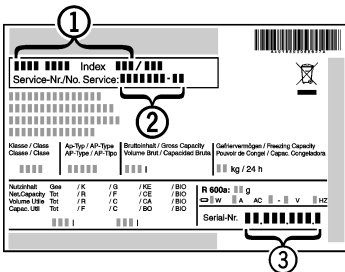

Fig. 10
► Relever la désignation de l'appareil *Fig. 10 (1)*, le n° de service *Fig. 10 (2)* et le n° de série *Fig. 10 (3)* sur la plaquette signalétique. Cette plaquette se trouve sur la paroi intérieure gauche de l'appareil.
- Informer le S.A.V. et lui communiquer la panne, la désignation de l'appareil *Fig. 10 (1)*, le n° de service *Fig. 10 (2)* et le n° de série *Fig. 10 (3)*.